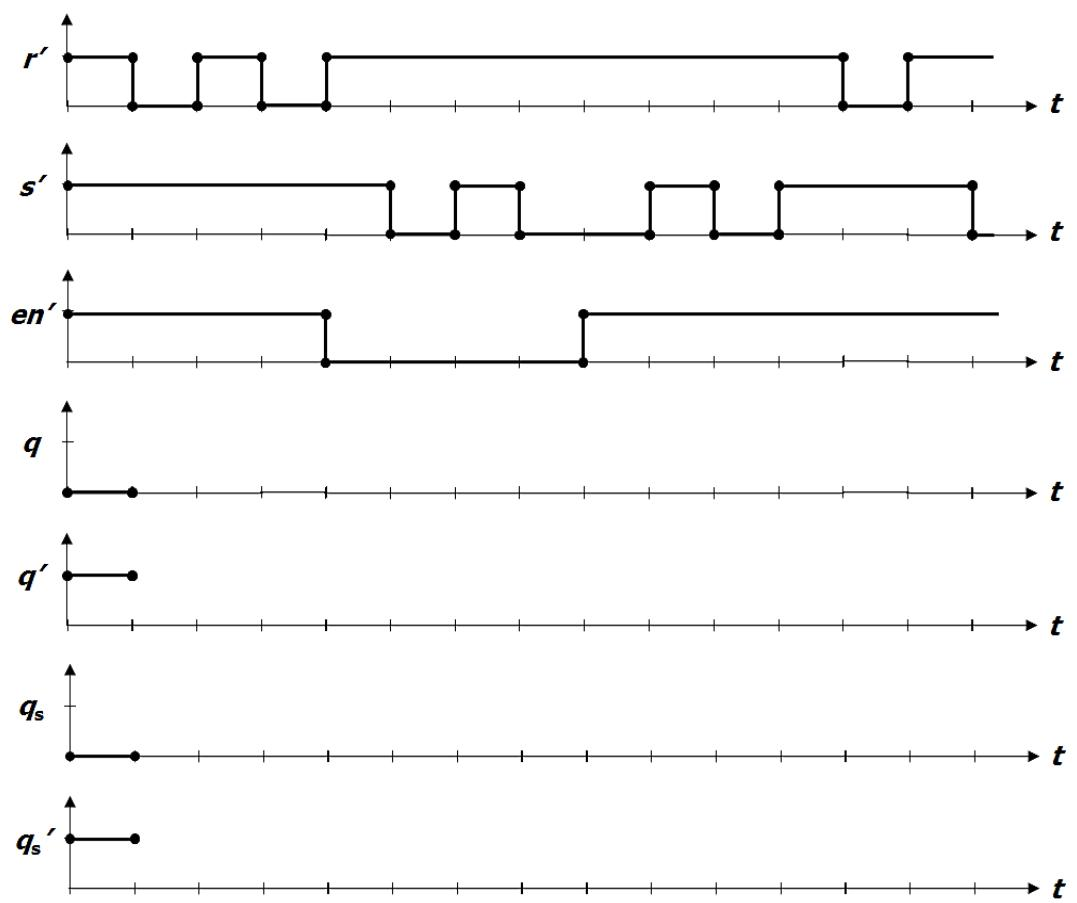

Abbildung 10: Timing-Diagramm für ein flankengesteuertes RS-Speicherelement
3. Vervollständigen Sie das Timing-Diagramm in der Abbildung 10 für ein flankengesteuertes RS-Speicherelement. (4P)